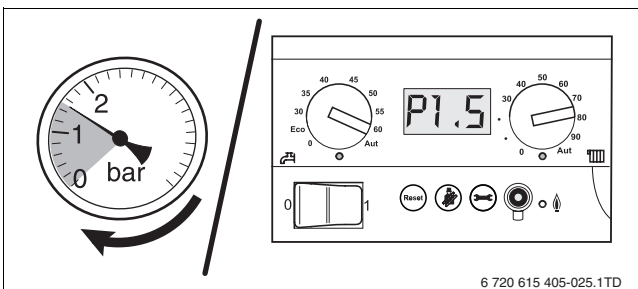

Fig. 52 Indicator de presiune analog/digital
- ▶ Citiți suprapresiunea de funcționare de la nivelul manometrului (→ fig. 52).
- ▶ Deschideți robinetul de apă și umpleți instalația de încălzire până la 1,5 bar. Verificați în acest timp indicatorul de presiune (→ fig. 52) pentru circuitul de încălzire. Presiunea maximă în instalația de încălzire, care se măsoară direct la echipament, nu poate să depășească 2,5 bar.